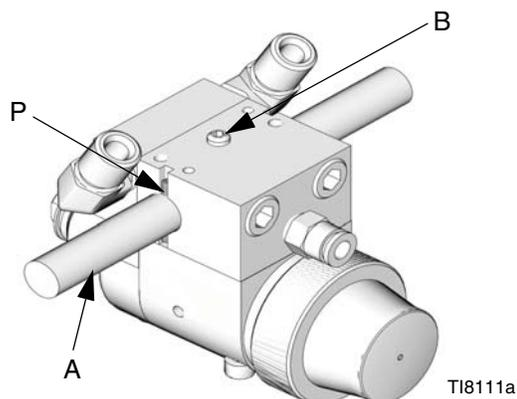

FIG. 3 : Montage du bras à mouvement alternatif
1. Introduire la barre (A) dans le trou du collecteur comme indiqué à la FIG. 3.